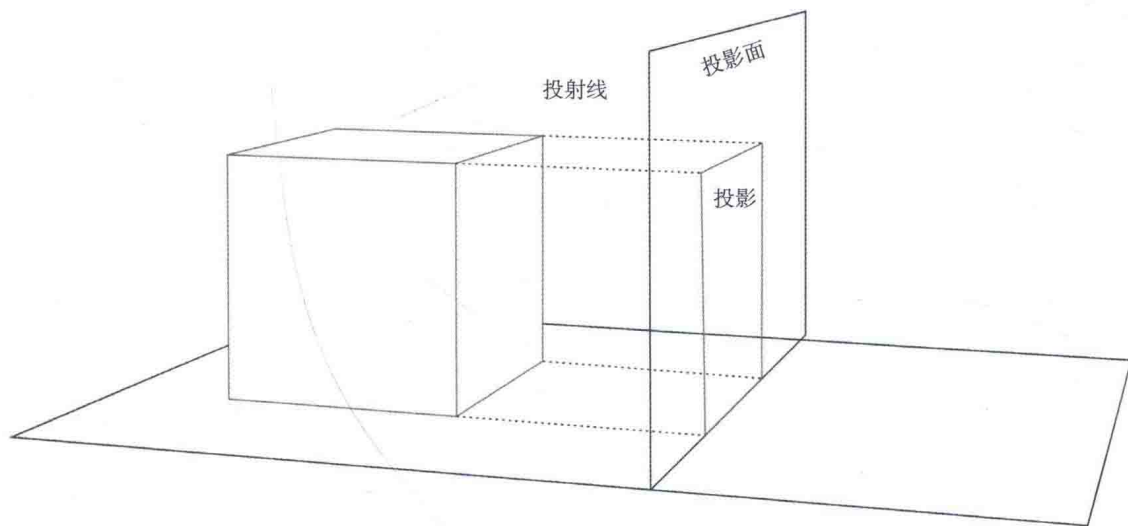

图2-1-1 物体在投影面上的投影
2. **平行投影**：当投射线是相互平行的，在投影面上得到投影，就是平行投影。三视图就是用平行投影法描绘的，如图2-1-1所示。